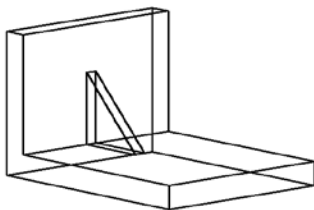

图 17.11.8 拉伸三维实体
(4) 将二维面域拉伸成图 17.11.8 所示的三维实体。选择下拉菜单【绘图(D)】→
③ 用三维动态观察器将模型调整到图 17.11.8 所示的方位。